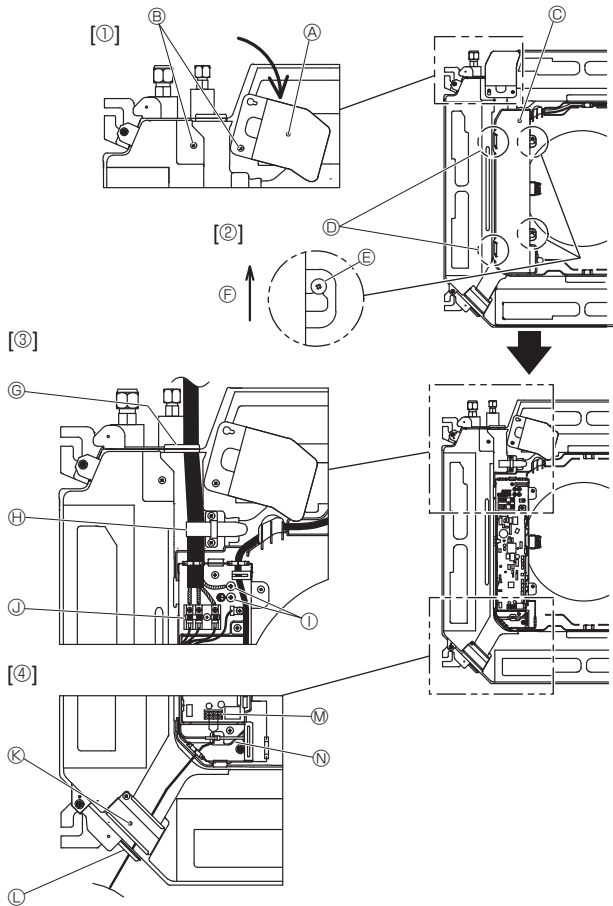
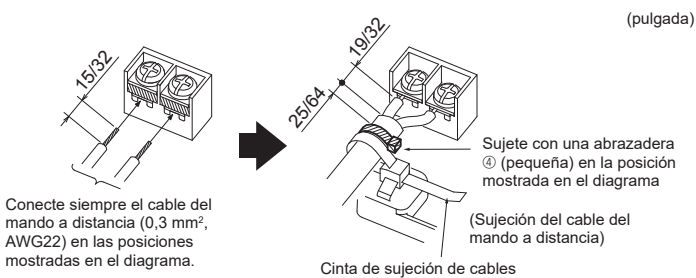

Fig. 6-1
Fig. 6-3
6.1. Unidad interior (Fig. 6-1)
- Afije los dos tornillos que fijan el panel de servicio del cableado, y luego gire dicho panel. [Fig. 6-1 ①]
- Afije los dos tornillos que fijan la cubierta de la caja eléctrica y luego deslice dicha cubierta. [Fig. 6-1 ②]
- Pase el cable de alimentación, el cable de conexión de la unidad interior/exterior y el cable de tierra a través de las entradas de cableado indicadas en el diagrama. [Fig. 6-1 ③]
- Pase y conecte el cable del mando a distancia por las entradas de cableado indicadas en el diagrama. [Fig. 6-1 ④, Fig. 6-3]